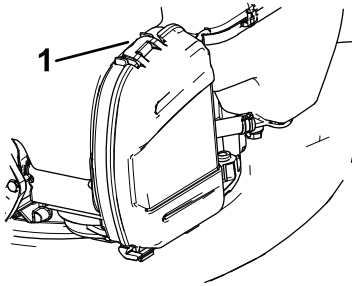

Figure 17
1. Soulevez la languette pour ouvrir le couvercle du filtre à air (Figure 17).